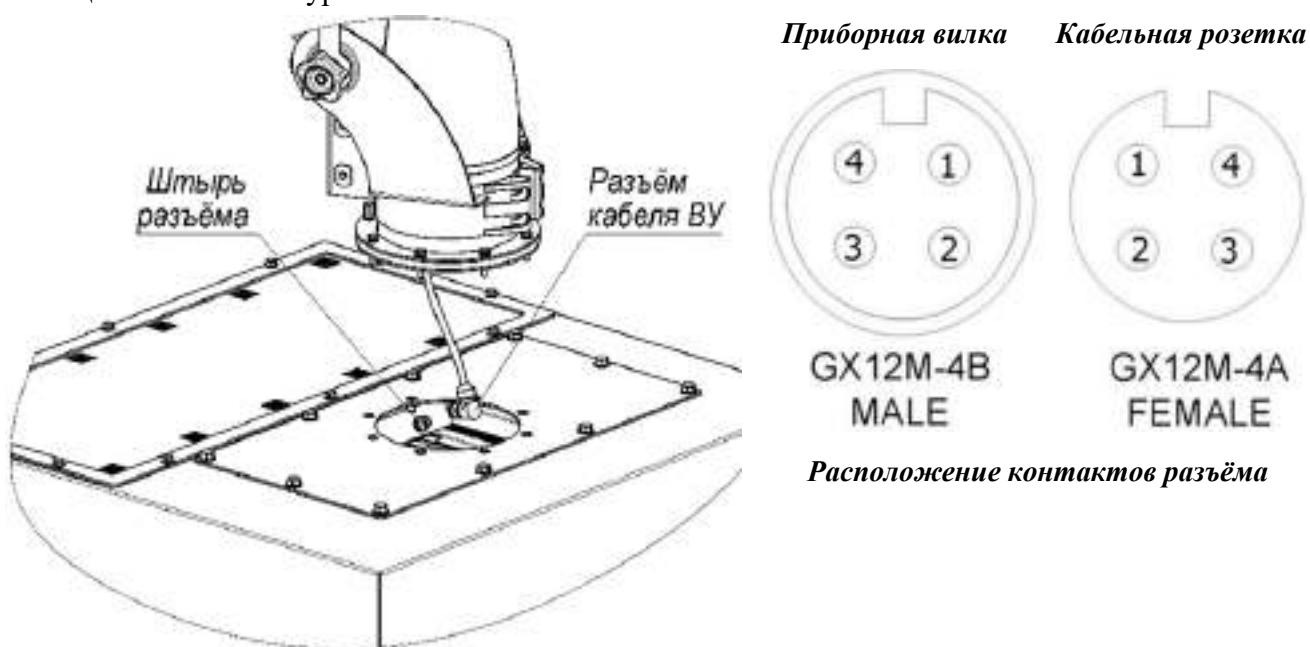

Рисунок 5
5.1.4 Для ВУ моделей КУА-М-XSL (с подсветкой) перед установкой требуется к фильтру подключить электропровод. Для этого необходимо соединить разъём, установленный на конце кабеля электропроводки ВУ, с приборной вилкой, установленной внутри камеры фильтра (рисунок 5).